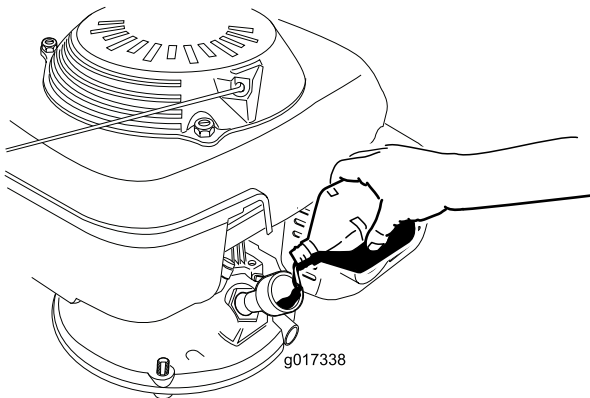

Figura 8
3. Versate **lentamente** dell'olio nel foro di riempimento, attendete 3 minuti poi controllatene il livello con l'apposita asta: dopo averla pulita, inseritela **fino a posizionarne il tappo sul foro di riempimento**, ma senza avvitare (Figura 8).